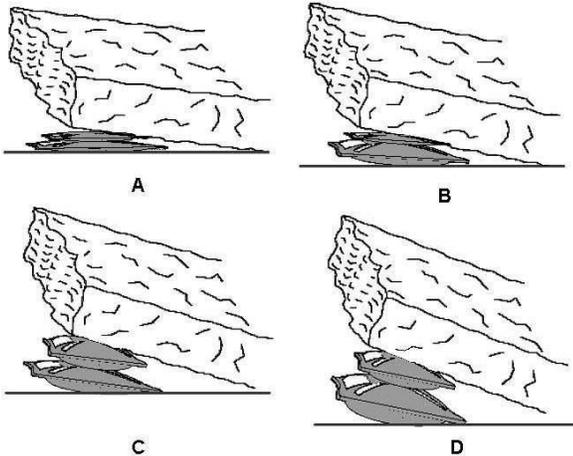

Abbildung 2-5. Korrekte Methode zum Aufblasen von gestapelten Hebekissen
g. Wenn der Hubbedarf die Verwendung von zwei gestapelten Hebekissen erfordert (Abbildung 2-5), wird das kleinere Hebekissen oben angebracht (A) und das untere Hebekissen zuerst aufgeblasen, bis das obere Hebekissen die Last berührt (B). Das obere Hebekissen wird dann aufgeblasen, um den gewünschten Auftrieb zu erreichen (C). Wenn bei vollem Aufblasen des oberen Hebekissens zusätzlicher Auftrieb erforderlich ist, wird es weiter aufgeblasen (D).